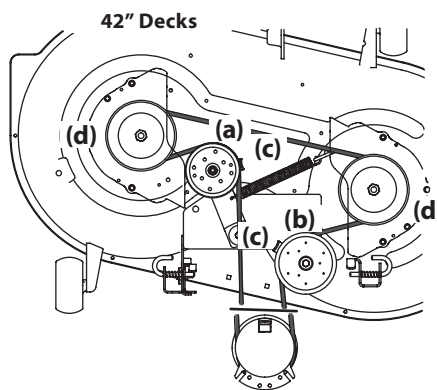
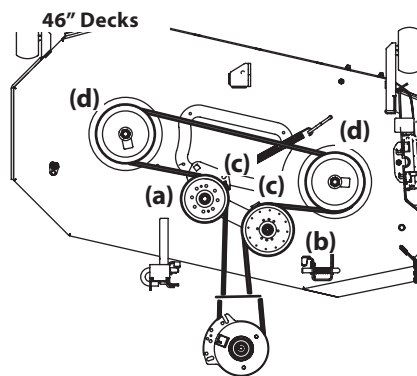
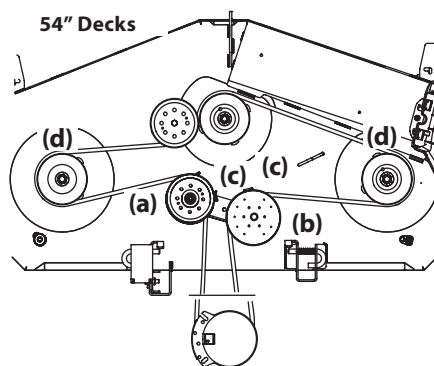
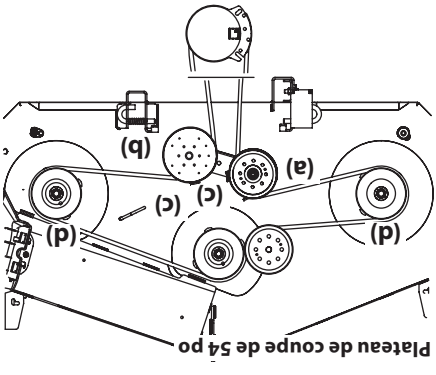

Figure 4-14
Figure 4-15
Figure 4-16
Figure 4-14
2. Loosen, but do not remove the hardware on the right (a) and left idler pulley (b). Refer to Figure 4-14 for 42" decks, Figure 4-15 for 46" decks and Figure 4-16 for 54" decks.
12. Tenez la courroie et la poulie et faites tourner la poulie vers la gauche (Voir la Figure 4-14). Continuez à tenir et à faire ce que la courroie soit complètement installée sur la poulie de la prise de force.
2. Desserrez, sans la retirer, la boulonnerie sur les poulies de tension de droite (a) et de gauche (b). Voir la Figure 4-14 pour les plateaux de 42 po, Figure 4-15 pour les plateaux de 46 po et la Figure 4-16 pour les plateaux de 54 po.